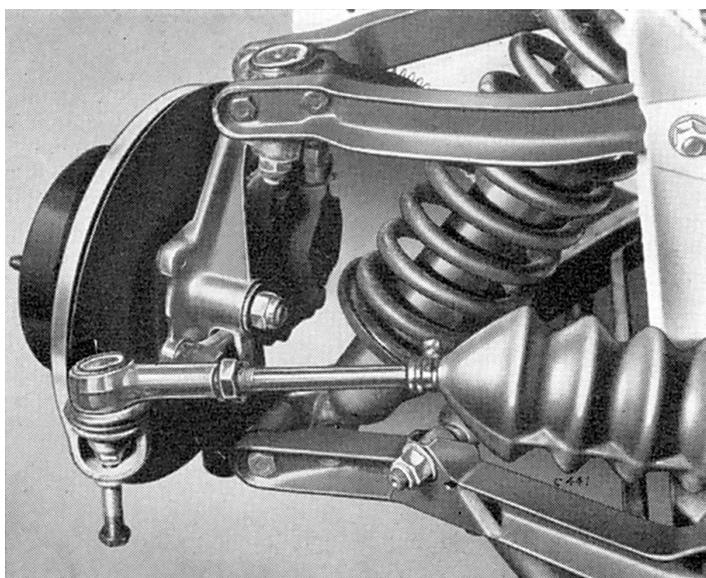

Fig. 9. Dégagement de l'extrémité de la barre d'accouplement au moyen de l'outil N° S.160
2. En se référant à la Fig. 9, extraire des bras de direction les extrémités de barre d'accouplement, après avoir enlevé les écrous et rondelles de fixation.